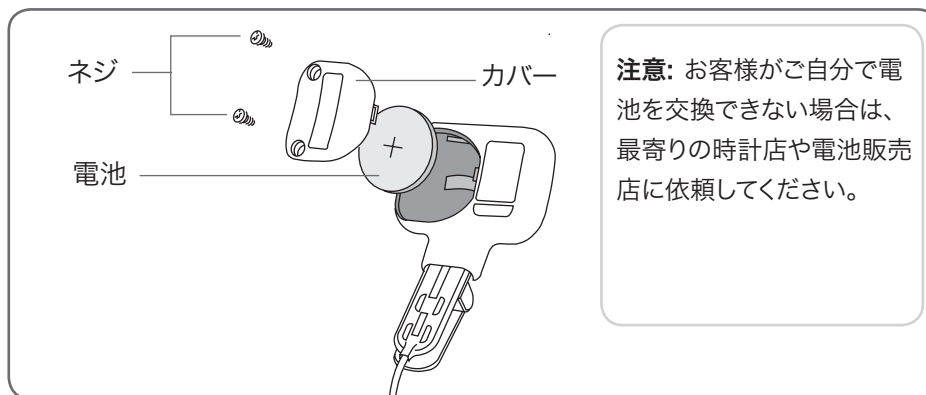

図 17：歩行センサーとの電池を交換しているところ
1. 電池カバーのネジを 2 本はずします(図 17 を参照)。